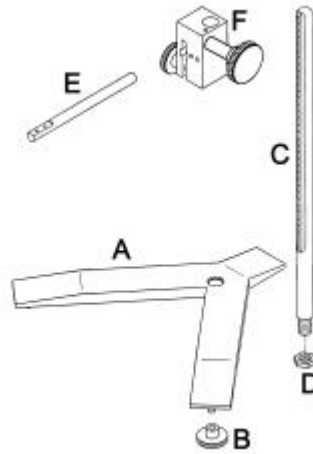

Fig. 6 Set-up della base del viscosimetro
- ?? Togliere tutti i componenti dalla valigetta. Si consideri la figura seguente (fig 6).
- ?? Posizionare correttamente i tre pomelli per la regolazione dell'altezza (B) sulla base a Y (A).
- ?? Montare la barra di fissaggio (C) con la vite di tenuta (D) alla base (A).
- ?? Attaccare il dado (F) alla barra di fissaggio. Il viscosimetro dovrebbe essere connesso al dado (F) mediante la sua barra (E).